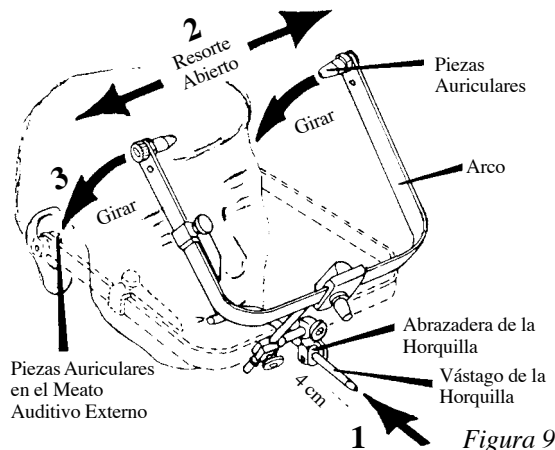

Figura 9
6. La Figura 9 muestra el vástago de la horquilla entrando en la abrazadera floja de ésta. Deslice esta abrazadera (1) en el vástago, hasta unos 4 centímetros y luego “abra el resorte” del arco (2) y gírelo hacia abajo como en (3) para permitir que las piezas auriculares entren en el meato auditivo externo.